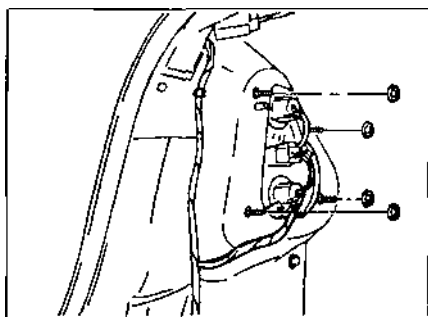

Рис. 9.29.
- Разъединить разъемы, выкрутить гайки крепления наружного блока фонаря (рис. 9.29);